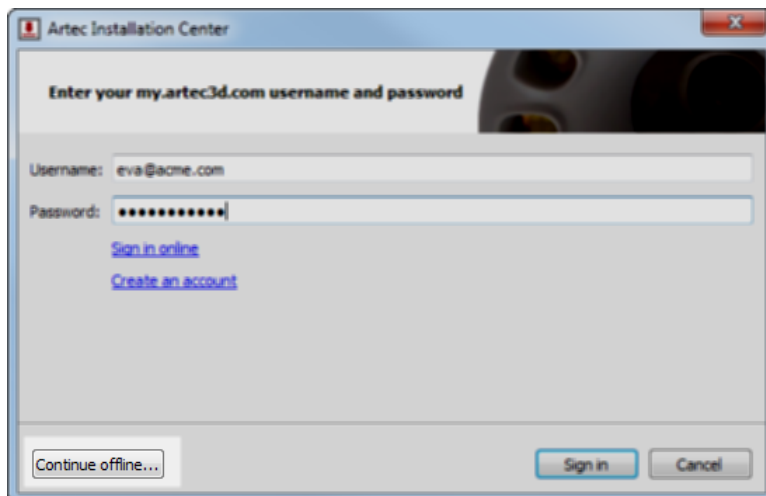

Рис. 4.14: Окно аутентификации в Artec Installation Center
2. В процессе установки откроется окно ввода регистрационных данных, как показано на Рис. 4.14. Нажмите кнопку *Продолжить в офлайн...*